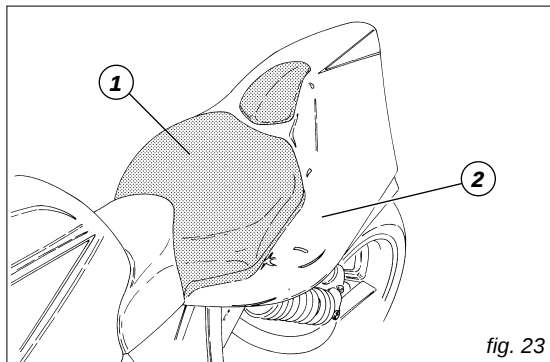
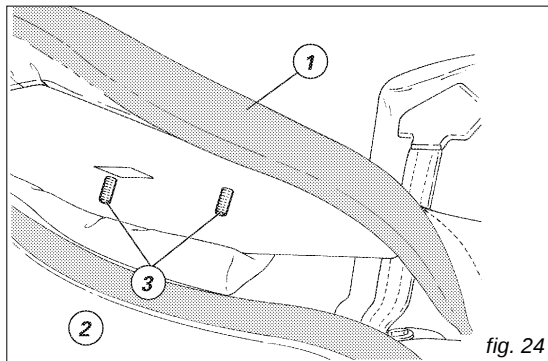
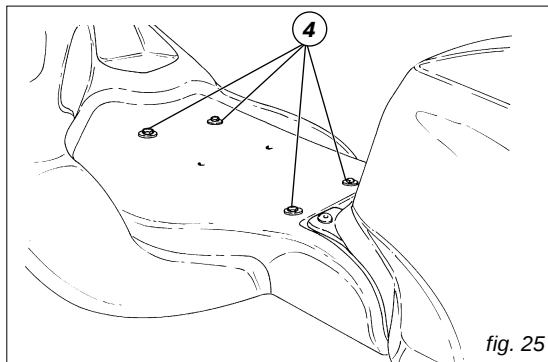

fig. 23
fig. 24
fig. 25
La sella (1, fig. 23) è fissata alla carenatura posteriore (2) (supporto sella), tramite due viti prigioniere (3, fig. 24). I dadi di fissaggio sono accessibili dalla parte sottostante la carenatura posteriore. Per rimuovere il supporto sella (2) (codone), svitare le quattro viti (4, fig. 25).